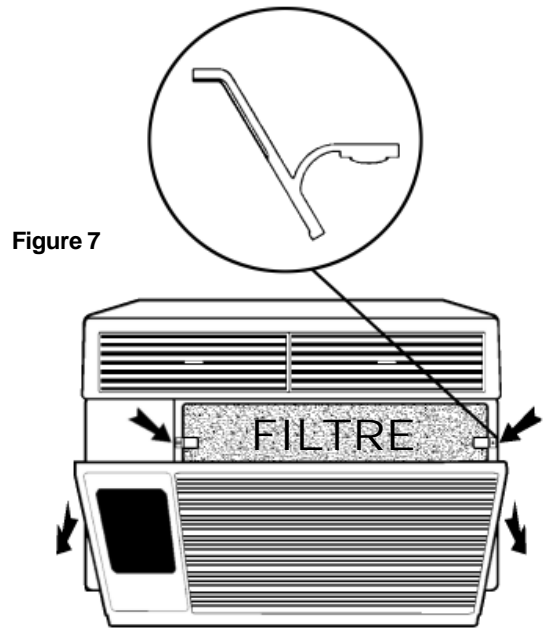

Figure 7
Ouvrez la grille de reprise (GR) en l'agrippant par les rebords extérieurs supérieurs et en la tirant vers vous (voir la figure 7). La GR restera ouverte jusqu'à ce qu'elle soit enlevée ou fermée (il est plus facile de complètement enlever la grille avant de la fermer). Pour enlever la GR, agrippez-la par le fond et tirez vers vous.
Le filtre est tenu en place par deux pinces à ressort (voir la figure 7). Poussez les pinces vers le bas, agrippez le filtre et tirez vers vous pour le retirer et le nettoyer. Nettoyez avec de l'eau tempérée et un détergent doux, rincez et séchez complètement et replacez. Faites attention lorsque vous retirez le filtre. La surface du serpentín peut être coupante.